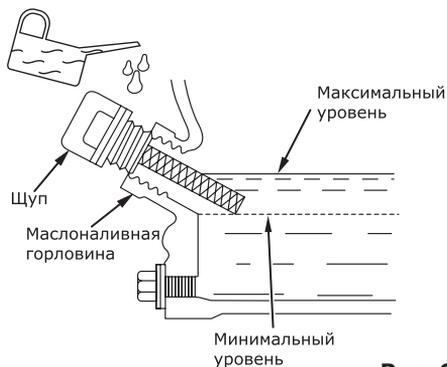

Рис. 6
- Залейте масло до нужного уровня по меткам на щупе или краю маслосливной горловины (рис. 6).